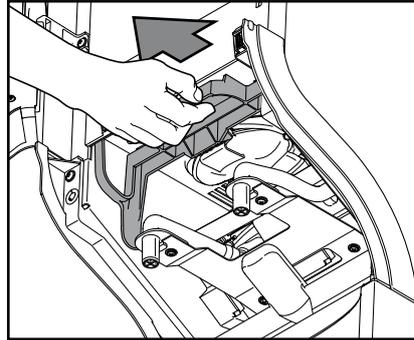

Fig. 27
- c. Puxe o bloqueio para soltar toda o console do agitador. (Fig. 27)